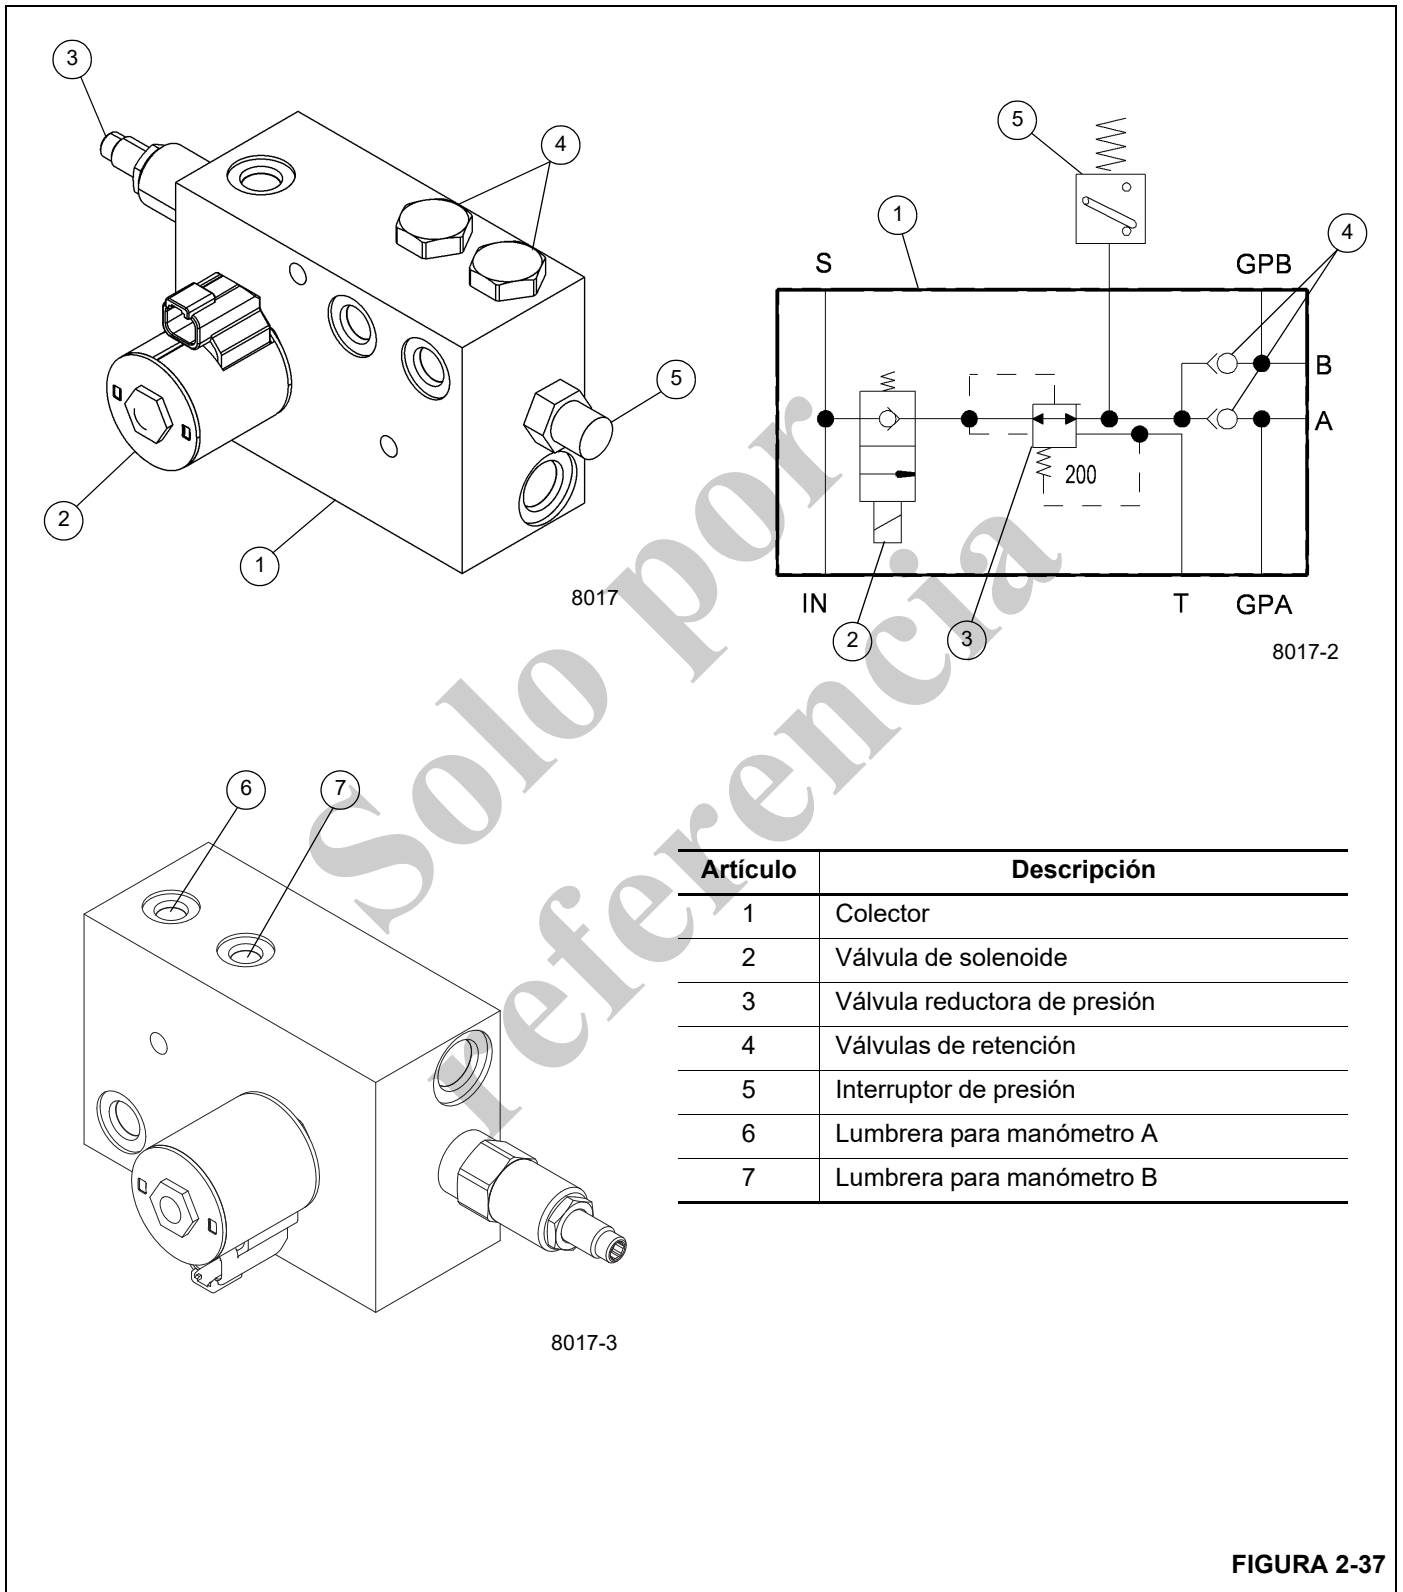

FIGURA 2-37
El colector de válvulas de carga (Figura 2-37) consiste en un colector (1), una válvula de control de dos vías, controlada por solenoide y descentrada por resorte, con válvula de retención integral (2), una válvula reductora de presión (3) ajustada a 13.8 bar (200 psi), dos válvulas de retención (4) y un interruptor de presión normalmente cerrado (5).
3. Con el motor a ralentí, verifique que la presión es 200 psi. Si la presión es baja, ajuste la válvula reductora de presión (3, Figura 2-37) ajustando el vástago en sentido horario (hacia adentro). Si la presión excede el valor indicado, ajuste el vástago en sentido contrahorario (hacia afuera).